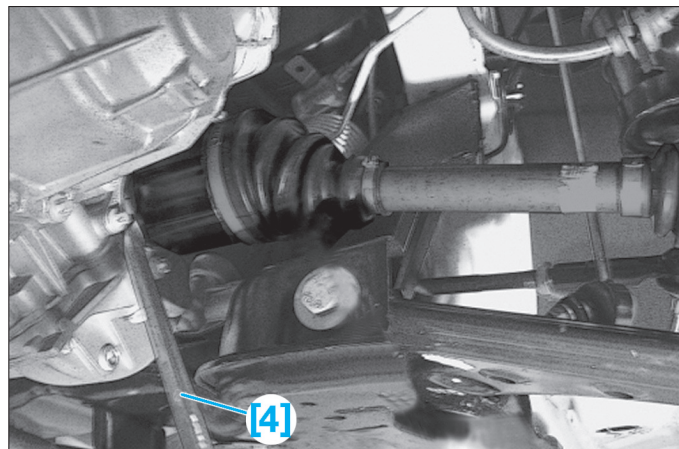

Fig. 6
- A l'aide d'un outil adapté [4], dégager et déposer la transmission gauche du différentiel (Fig.6).